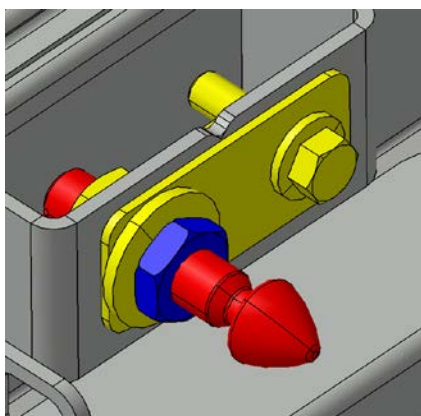

FIGURE 124:
15. Utiliser la goupille d'alignement/verrouillage pour ajuster le niveau de la surface de la porte avec le panneau d'acier adjacent. Visser ou dévisser la goupille au besoin et serrer ensuite le contre-écrou (Figure 124:).